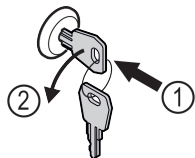

Fig. 208
- ▶ Вставьте ключ. Fig. 208 (1)
- ▶ Поверните ключ на 90° против часовой стрелки. Fig. 208 (2)